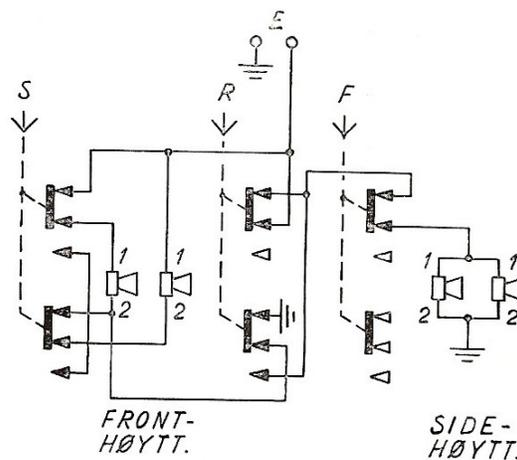

Fig. 5. Høytaleromkopling skap 8.
**SKAPMODELL 8, HØYTTALEROMKOPLING.** Koplingen for de 4 høytalere er vist i fig. 5. Med knappen «Rund» inne får alle høytalene samme spenning. Den resulterende motstand er 4  $\Omega$  (ca).